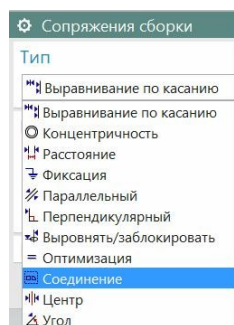
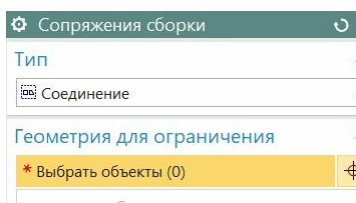
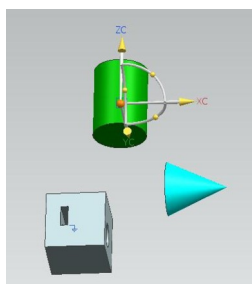

Рис.40
рис.41
рис.42
- Это сопряжение (рис.40) «мертво» соединяет две детали друг с другом так, что впоследствии их можно считать одной деталью. В соответствующем диалоговом окне (рис.41) нужно только перечислить соединяемые компоненты. В НСб это сопряжение представляется своей строкой (рис.42).
- Если, например, вы захотите впоследствии переместить зеленый цилиндр, ранее соединенный с голубым конусом (рис.42). то переместятся оба компонента.